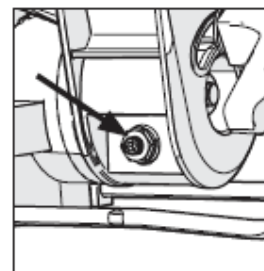

Рис. 10
- Ослабьте контргайку на винте регулировки угла наклона с помощью ключа на 10 мм и 3-мм шестигранного торцового ключа (вставку не входит) (Рис. 10).